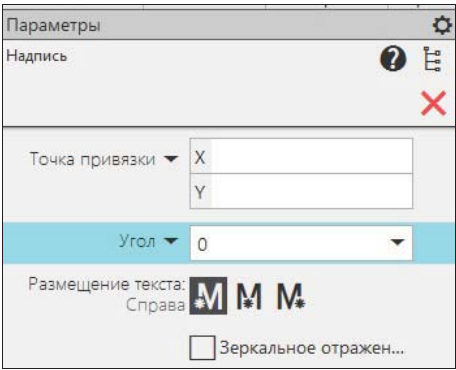

Рис. 13.1. Панель
- ◆ щелкните ЛК мыши по кнопке **Надпись** — на панели **Параметры: Надпись** (рис. 13.1) появляются элементы управления размещения размерной надписи (табл. 13.1);